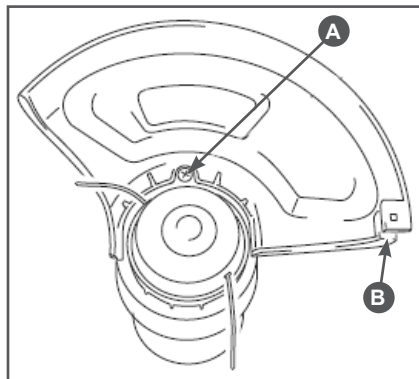

Рис. 2 Установка защитного кожуха
2. Установить защитный кожух на триммер и закрепить его винтом А (Рис. 2).